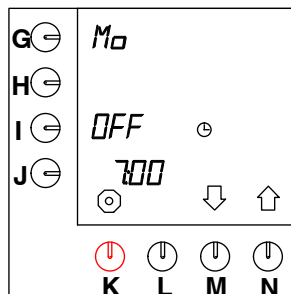

Fig. 32 Forvarmning af beholder
- I displayet vises **OFF** i positionen ved siden af programmeringsknappen (I.), se fig. 32 .